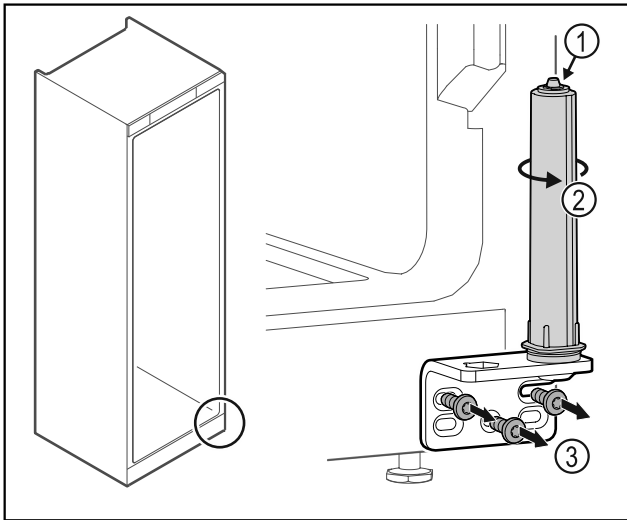

Fig. 32
- ▶ Ne szedje szét az ajtó zárrendszert Fig. 32 (1).
- ▶ Forgassa el a zárrendszert Fig. 32 (2), amíg az be nem kattann.
- ▶ Csavarozza le a csuklópántot Fig. 32 (3).